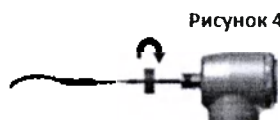

Рисунок 4
21. Вставьте прямой XP-endo Finisher в первый канал зуба (Рисунок 3). После ввода кончика включите вращение и введите файл (Рисунок 4). Добавьте ирригант в полость доступа.